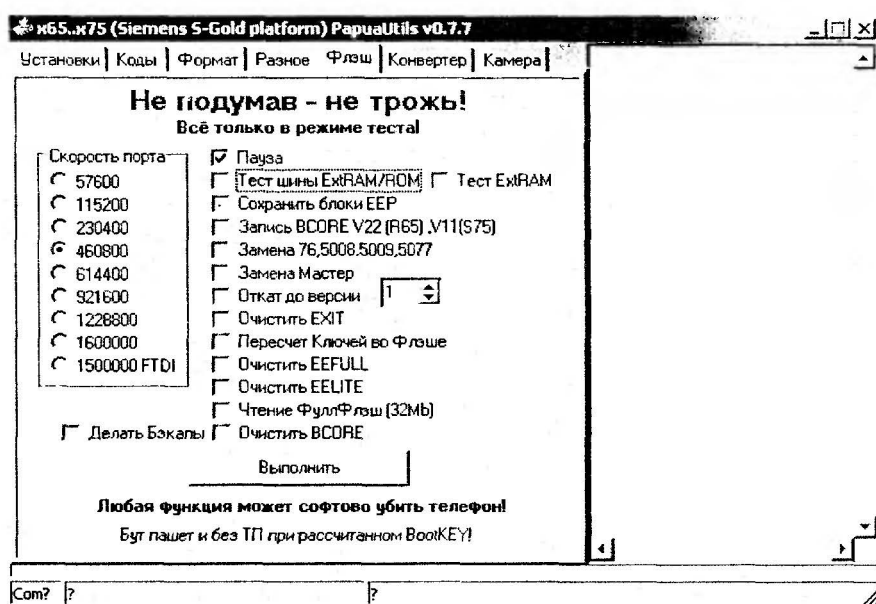

Рис. 1.2.9. Вкладка «Флэш» диалогового окна PapuaUtils
4. Запускают ParuaUtils, переходят на вкладку «Флэш», убирают все флажки, кроме «Пауза» (рис. 1.2.9).